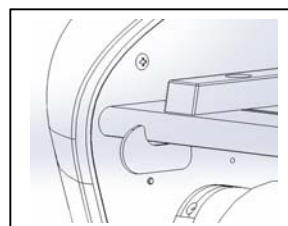

Figura 5
- E. **PESTILLOS DE LA MESA DE ALIMENTACIÓN:** (figura 5) se utilizan para abrir y cerrar la MESA DE ALIMENTACIÓN.
- F. **GUÍA DE LA MESA DE ALIMENTACIÓN:** (figura 5) alinea los artículos a medida que ingresan a la laminadora. Es especialmente útil para los artículos grandes para reducir la inclinación. La guía puede moverse aflojando la perilla, deslizando la guía a la posición deseada y luego ajustando la perilla.